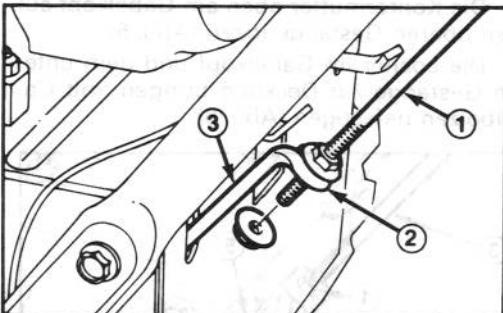

Abbildung 3
3. Eine Bundmutter (Bundseite nach oben) auf das Ende des Antriebgestänges zur Luppe in der unteren Antriebsstange anschrauben (Abb. 3).
6. Bundmuttern an der Antriebsstange (Abb. 3) festziehen, bis dieser Abstand erreicht ist.